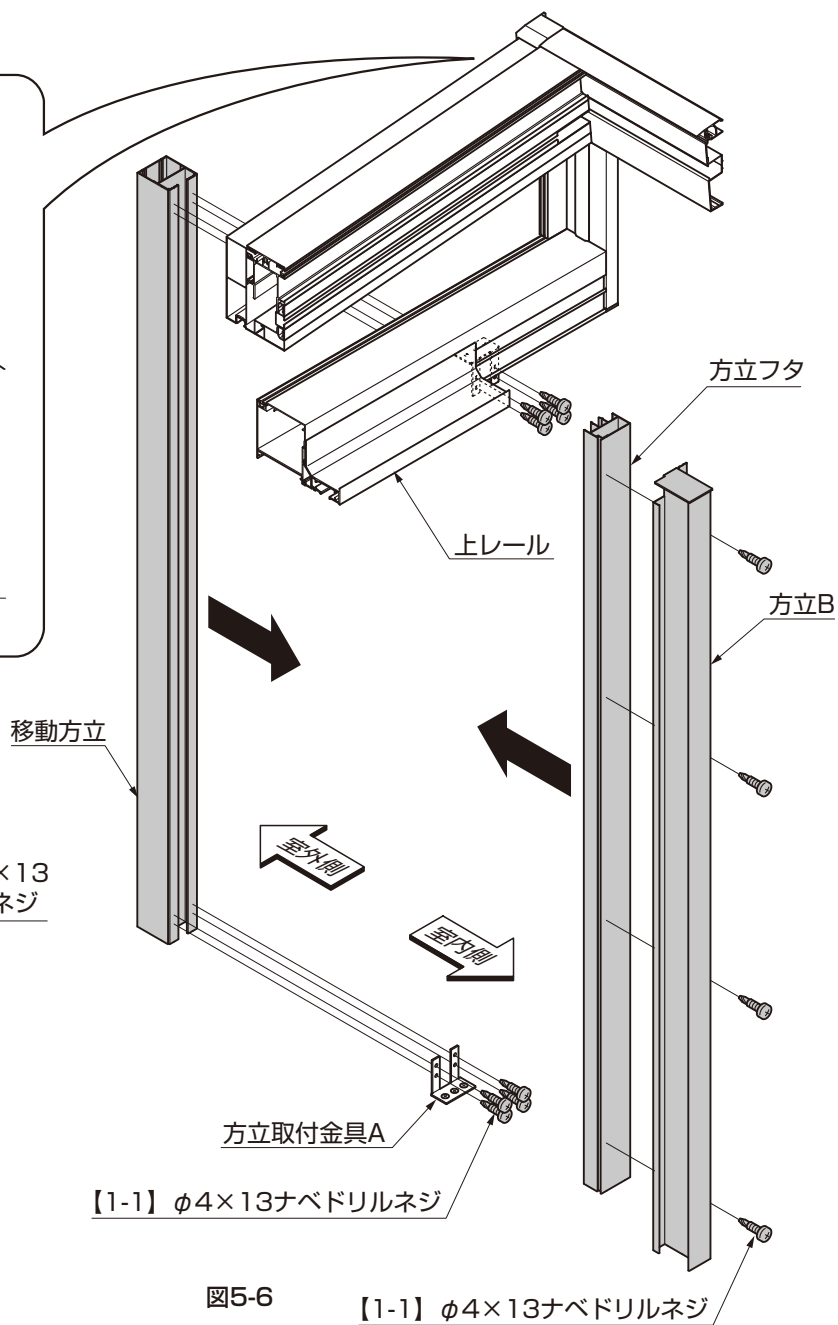

図5-6
- ③方立Bを方立フタに【1-1】で取付けてください。(図5-5、図5-6参照)
- ④移動方立を方立取付金具Aに【1-1】で取付けてください。(図5-5、図5-6参照)
- ⑤方立フタを移動方立にはめ込んでください。(図5-5、図5-6参照)